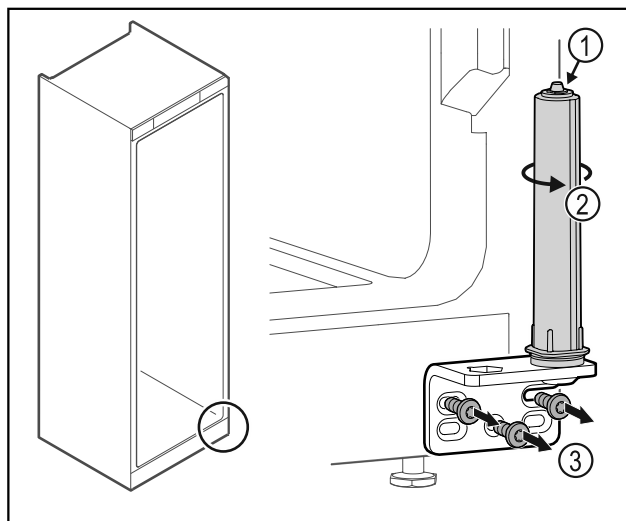

Fig. 25
- Ne rastavljajte sustav zatvaranja vrata Fig. 25 (1).
- Okrećite sustav zatvaranja Fig. 25 (2) dok ne klikne.
- Odvrnite kutne šarke Fig. 25 (3).